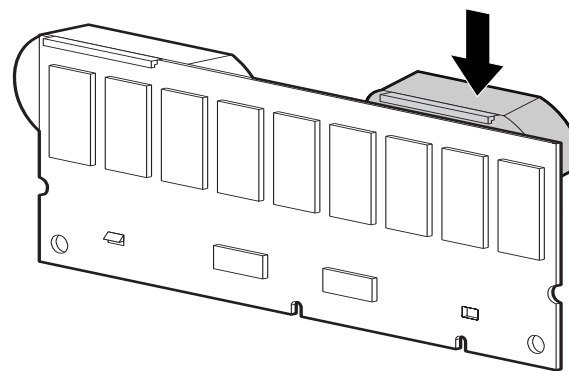

Figura 7: Installazione della batteria
6. Agganciare la parte superiore della nuova batteria NiMH alla parte superiore del modulo mantenendo la batteria inclinata di 30 gradi rispetto al piano del modulo. Vedere la Figura 7.